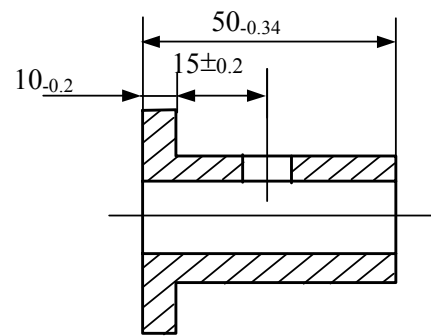
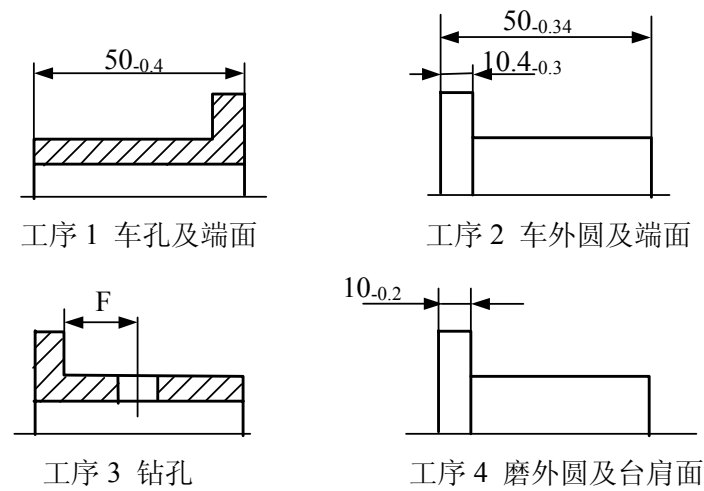

图 20—4（a）
图 20-4（b）
4. 某零件的最终尺寸要求如图 20-4（a）所示，加工顺序见图 20—4（b），求钻孔工序尺寸 F。
4. 在图 20—5 所示的偏心零件中，表面 A 要求渗碳处理，渗碳层深度规定为 0.5~0.8mm，